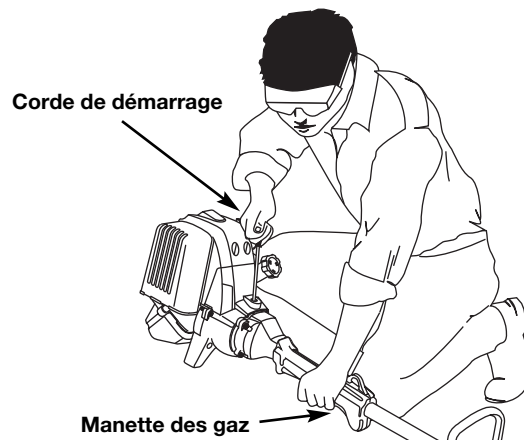

Fig. 13
AVERTISSEMENT : évitez tout démarrage accidentel. Tenez-vous en position de démarrage lorsque vous tirez sur la corde de démarrage (Fig. 13). L'opérateur et l'appareil doivent tous deux être en position stable pour éviter des blessures graves.
6. Accroupissez-vous en position de démarrage (Fig. 13), pressez la poignée des gaz et tirez vivement sur le cordon de démarrage à 5 reprises.